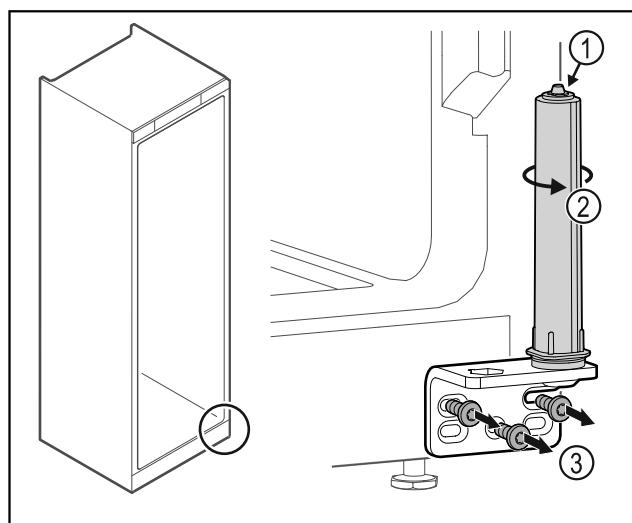

Fig. 53
- ▶ Tourner le système de fermeture Fig. 53 (2) jusqu'à entendre un clic.
- ▶ Dévisser l'équerre de la charnière Fig. 53 (3).